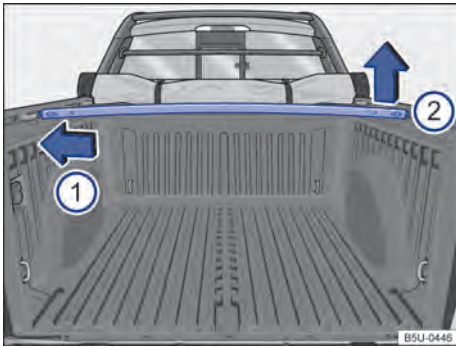

Fig. 54 Travessas no compartimento de carga: remover e instalar.
- Para remover, pressionar a travessa do lado esquerdo no sentido da seta → Fig. 54 ① e retirar a travessa do alojamento pelo lado direito ②.